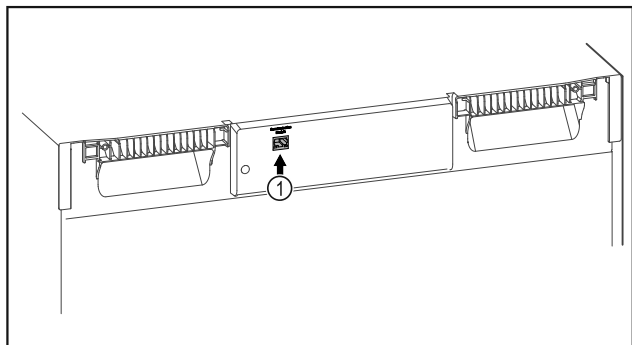

Fig. 73
- SmartModule Fig. 73 (1) inserito.